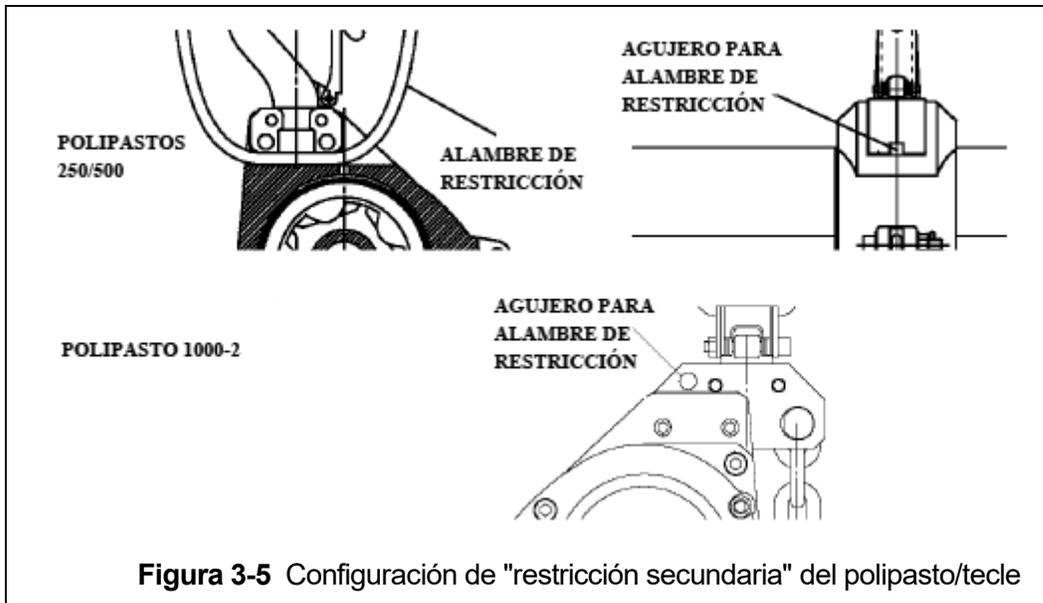

Figura 3-5 Configuración de "restricción secundaria" del polipasto/tecle
- 3.8.2 Para aplicaciones que requieren una "restricción secundaria", se ha proporcionado un "orificio" en el yugo del gancho superior del polipasto/tecle. Referencia figura 3-5.
- 3.9.4 Hacer conexiones al suministro de aire; consulte figura 3-5. Use un adaptador reductor en la sección de la válvula del polipasto/tecle para tamaños de manguera mayores a 12.7 mm.